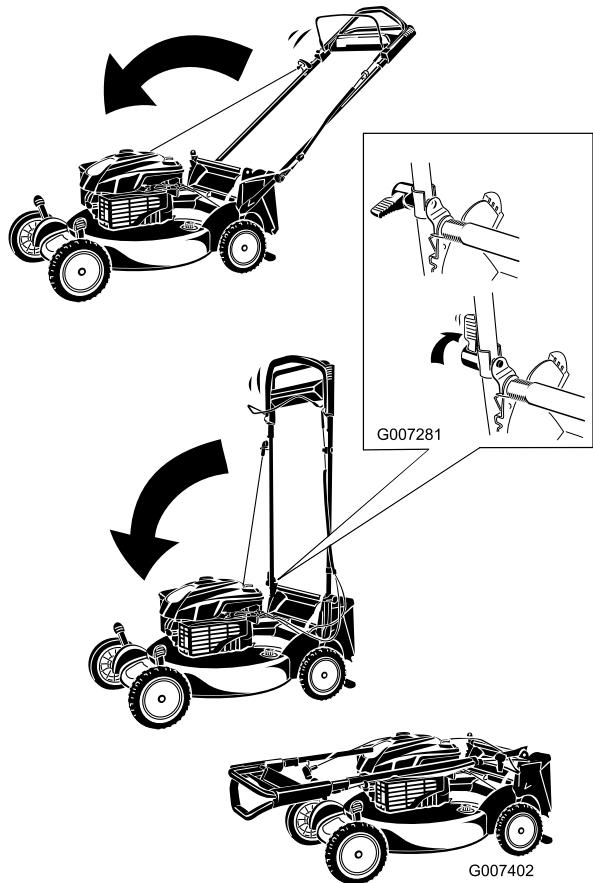

Figura 52
- Fate ruotare la stegola in avanti (Figura 52).